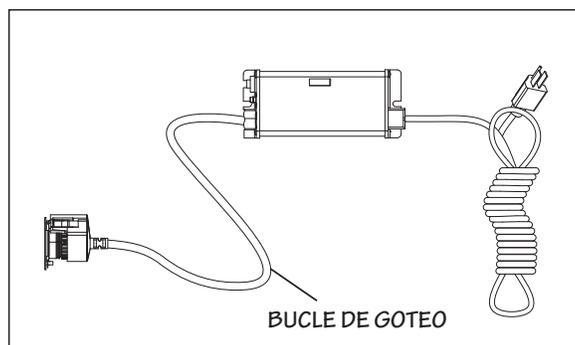

Figura 5 Bucle de goteo
- El controlador se debe montar encima o al lado de la cámara. Siempre monte el controlador horizontalmente para evitar que la humedad se filtre por la canalización de los cables y provoque un peligro de incendio. Es muy recomendable usar bucles de goteo en los cables conectados al controlador. Consulte Figura 5.
- Monte el controlador ICE de forma horizontal a la pared, cerca de la cámara. Lo idóneo sería colocar el controlador sobre el reactor y lejos de cualquier punto de conexión de agua para evitar que se vierta agua en el controlador por medio de fugas en un punto de conexión o un sistema de “transpiración”. Asegúrese de permitir un “bucle de goteo”, como se muestra en la Figura 5, en la lámpara y el cable de alimentación para evitar, de nuevo, que entre agua en el controlador.